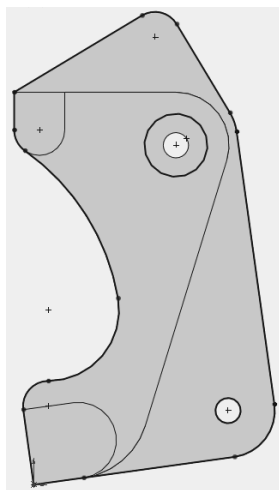

图 13-48 绘制草图 4
11) 绘制草图 4。在左侧的 FeatureManager 设计树中用鼠标选择“基准面 3”作为绘制图形的基准面。单击“草图”控制面板中的  (实体引用) 按钮, 绘制草图如图 13-48 所示。